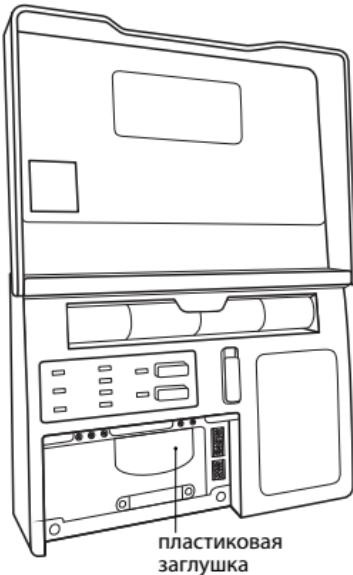

Рис. 6. Вид Модуля управления Neptun ProW изнутри с открытой крышкой коммутационного отсека
3. Откройте крышку коммутационного отсека (рис. 6).